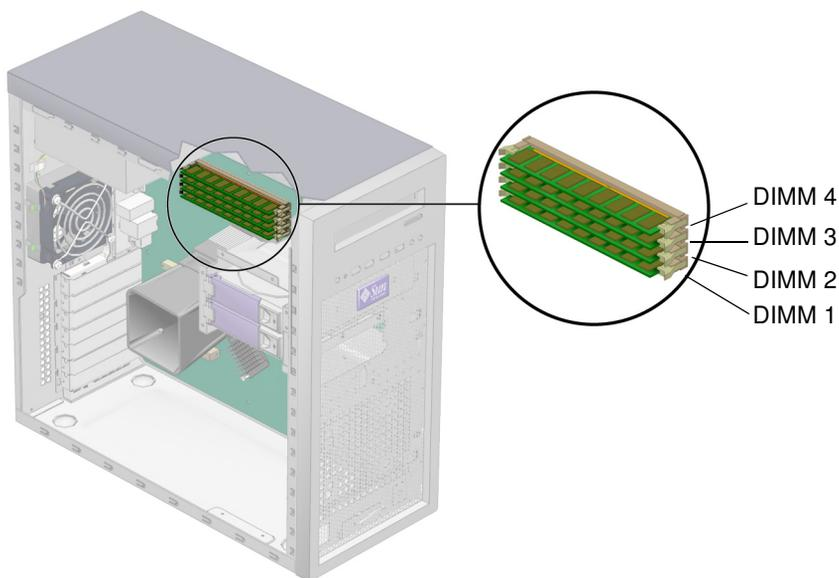

РИС. 4-13 Расположение модулей DIMM
4. Определите расположение слота, из которого будет извлечен модуль DIMM (см. РИС. 4-13).